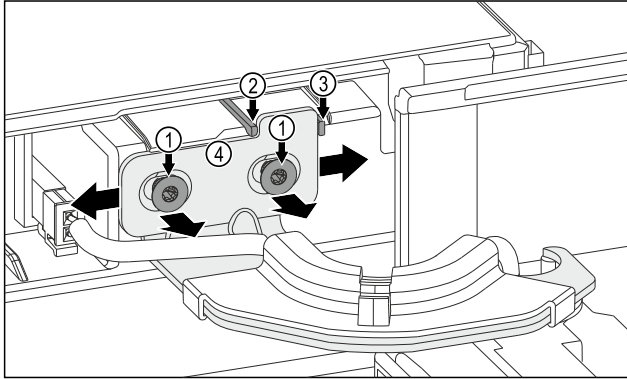

Fig. 12
- ▶ Beide Schrauben Fig. 12 (1) lösen.
- ▶ Tür nach rechts verschieben: Sicherungsnoppe Fig. 12 (3) entfernen.
- ▶ Tür nach links verschieben: Sicherungsnoppe Fig. 12 (2) entfernen.
- ▶ Endposition der Tür ist erreicht: Beide Schrauben Fig. 12 (1) festschrauben.